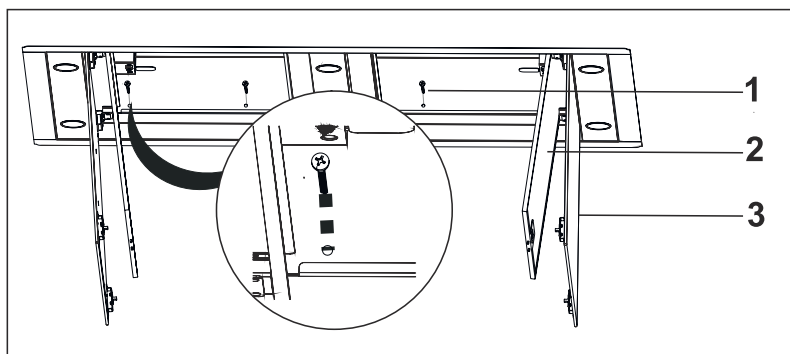

Fig. 15
10. Efter emhætten er løftet med stålwirene og nu er helt plan med loftet, skal emhætten endeligt skrues fast op i spær/lægte brug 5,5X60 skruer (Fig. 15).